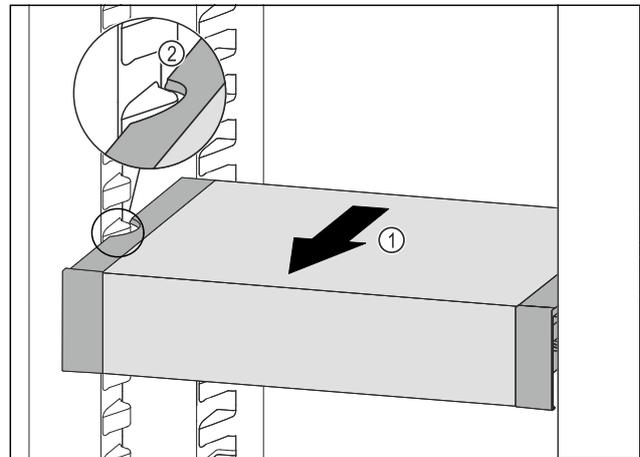

Fig. 151
- ▶ VarioSafe nach vorne ziehen Fig. 151 (1), bis sich die seitlichen Aussparungen des VarioSafes auf Höhe der Behälterrippe im Kühlteil befinden. Fig. 151 (2)